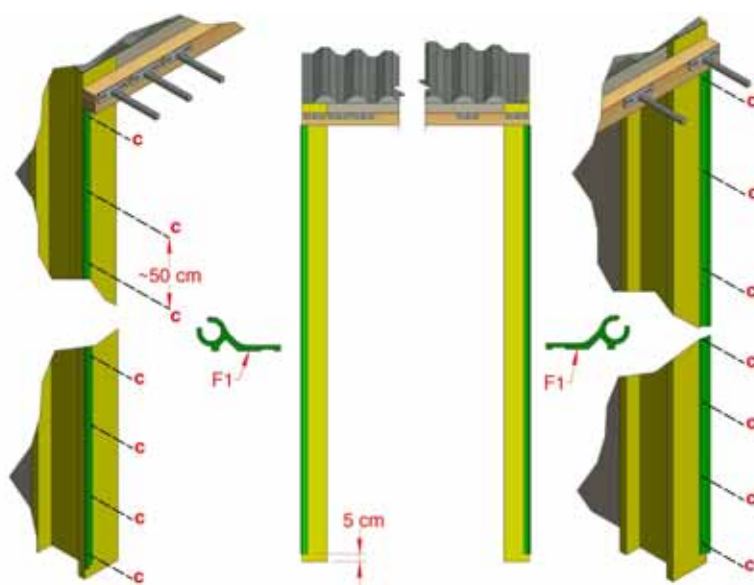

Figure 4 : profilé Kador du couvercle d'extrémité
- 2.2 Fixer le profilé Kador (F1) aux extrémités du système en utilisant les vis autoperceuses M4 x 19 (c) en suivant les indications de la Figure 4.